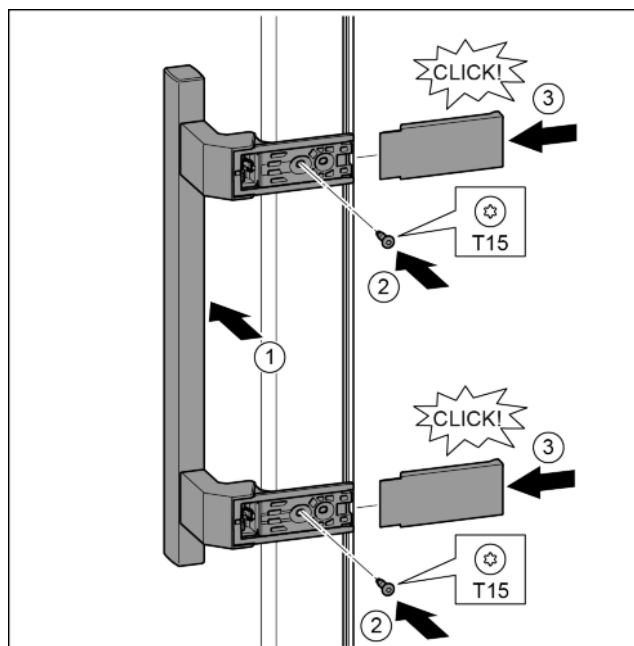

Fig. 39
- ▶ Установить ручку на противоположной стороне. Fig. 39 (1)
- ▶ Затянуть винты отверткой T15. Fig. 39 (2)
- ▶ Установить крышки сбоку и надвинуть. Fig. 39 (3)